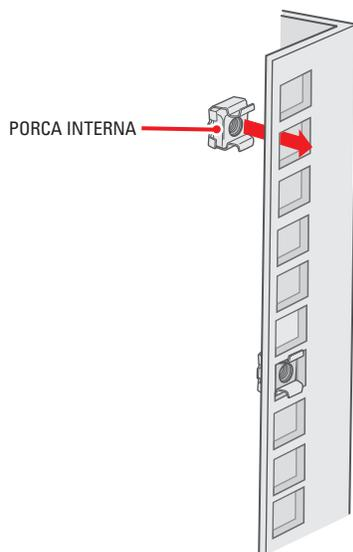

Figura 7. Inserção das porcas internas
5. Se instalar a unidade em um rack de orifício quadrado: Insira 10 porcas internas (fornecidas) no rack de orifício quadrado conforme exibido em Figura 7.